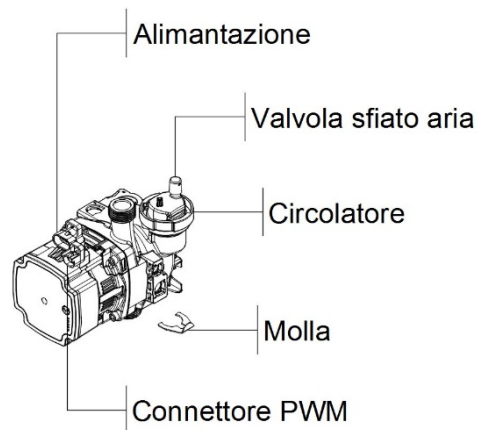

Fig. 34
7.9 SOSTITUZIONE CIRCOLATORE (Fig. 34)